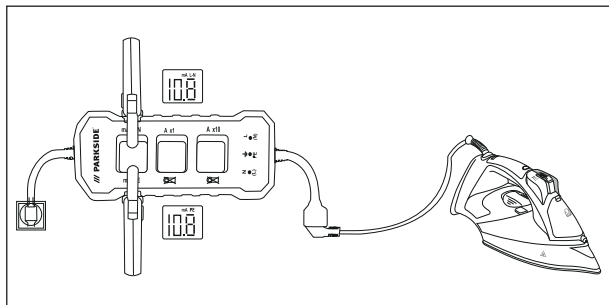

Fig. 2
- 4) Leggere il valore diretto della corrente di dispersione (conduttore PE) nell'anello **mA PE 7** o il valore indiretto/valore differenziale della corrente di dispersione (conduttore L-N) nell'anello **mA L-N 1** (vedere fig. 2).